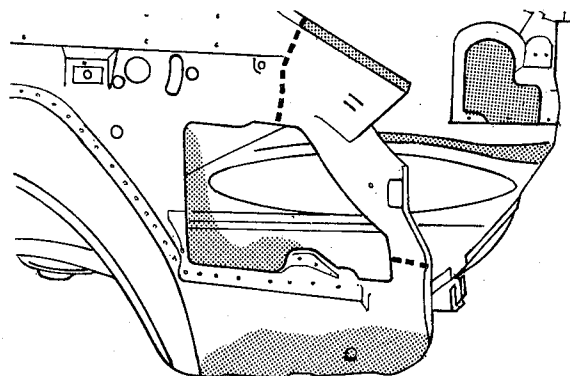

fig. 150
1. Cortar o painel lateral interno ao longo das linhas marcadas (fig. 150)